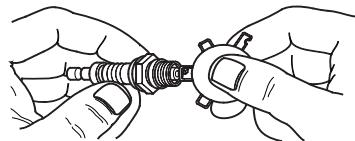

Figura 4-3. Separación de la bujía
3. Consulte la **Figura 4-3**. Compruebe la separación de los electrodos (B) con una gajga de espesores y reemplace la bujía si la separación (A) no está entre 0,70 y 0,80 mm (0,028 y 0,031 pulg.).